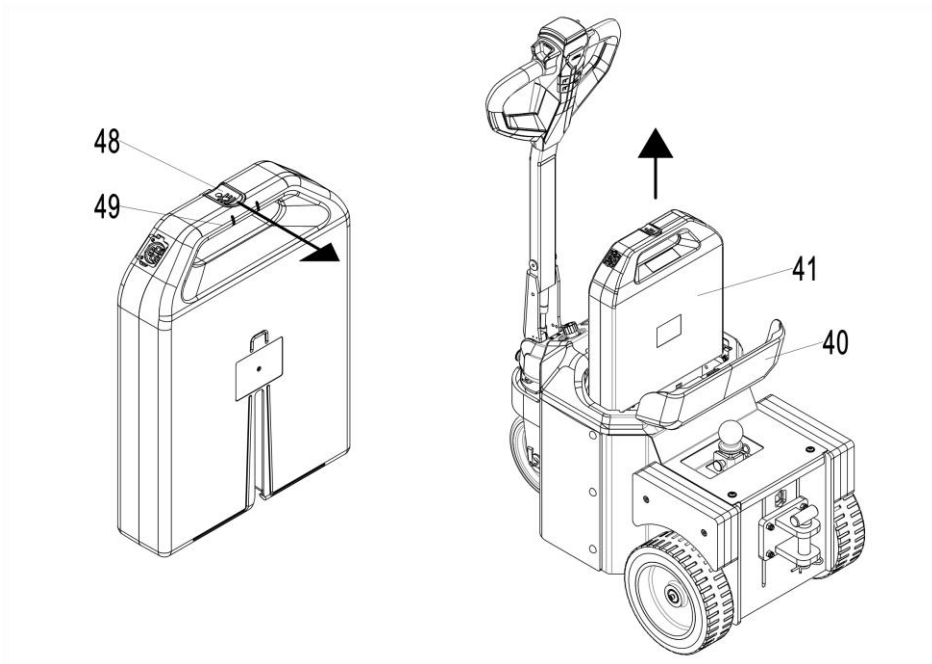

Рис. 18: Извлечение АКБ 48 В 20 А·ч
- Откройте крышку отсека АКБ (рис. 18, поз. 40) до предельного положения.
- Разблокируйте замок аккумулятора (рис. 18, поз. 48).
- Поднимите аккумулятор (рис. 18, поз. 41) вверх за ручку аккумулятора (рис. 18, поз. 49).